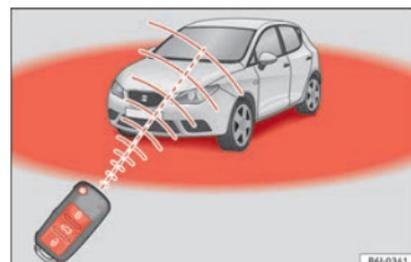

Fig. 85 Raggio d'azione del telecomando.
- Il telecomando a radiofrequenza ha un campo d'azione limitato, al di fuori del quale il suo uso non produce effetto alcuno » **fig. 85**.